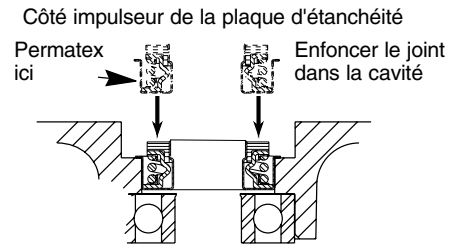

Figure 2
REMARQUE : S'assurer que les faces du joint sont propres et ne sont pas endommagées. Appliquer du Permatex #2 ou un produit équivalent modérément sur le bord extérieur du corps du joint (avec ressort). Figure 2.
- Enfoncer le corps de joint neuf dans la cavité de la plaque d'étanchéité (Figure 2).